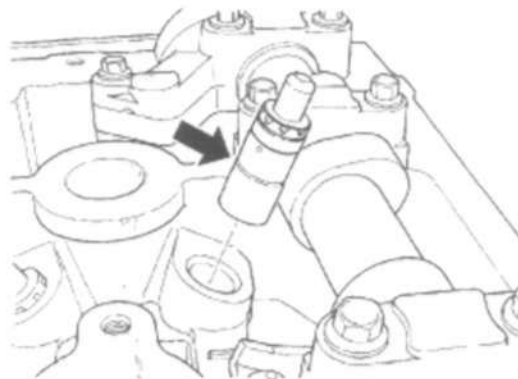

Рис. 30 Гидравлический регулятор зазора привода клапанов
- (1) Снять крышку головки блока (см. п.9. ДВИГАТЕЛЬ/ КРЫШКА(И) ГОЛОВКИ БЛОКА СНЯТИЕ).
- (2) Снять распределительные валы (см. п.9. ДВИГАТЕЛЬ/ ГОЛОВКА БЛОКА/ РАСПРЕДЕЛИТЕЛЬНЫЙ ВАЛ(Ы) СНЯТИЕ).
- (3) Снять коромысло (см. п.9. ДВИГАТЕЛЬ/ГОЛОВКА БЛОКА / КОРОМЫСЛА -СНЯТИЕ).
- (4) Снять гидравлический толкатель (Рис. 30).
- (5) Повторить операцию снятия для каждого гидравлического толкателя.
- (6) При повторном использовании пометить каждый гидравлический толкатель для установки в первоначальное положение. Обслуживание толкателей производится в узле.
- (1) Установить гидравлический толкатель (Рис. 30). Убедиться, что толкатели заполнены моторным маслом по меньшей мере наполовину. Это можно проверить путем нажатия на толкатель, ход плунжера при этом должен быть незначительным или отсутствовать совсем.
- (2) Установить коромысло. (см.п.9. ДВИГАТЕЛЬ/ГОЛОВКА БЛОКА /КОРОМЫСЛА УСТАНОВКА).
- (3) Повторить операцию установки для всех гидравлических толкателей.
- (4) Установить распределительные валы (см. п.9. ДВИГАТЕЛЬ/ ГОЛОВКА БЛОКА/ РАСПРЕДЕЛИТЕЛЬНЫЙ ВАЛ(Ы) УСТАНОВКА).
- (5) Установить крышку головки блока (см. п.9. ДВИГАТЕЛЬ/ КРЫШКА(И) ГОЛОВКИ БЛОКА – УСТАНОВКА).